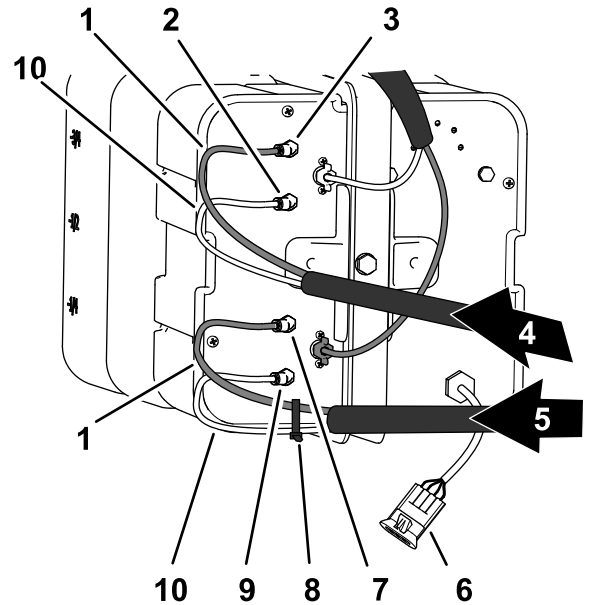

Bild 14
1. Befestigen Sie an der Anschlussplatte des Kompressors für den Schaummarkierer einen Kabelbinder um den durchsichtigen und blauen Schlauch für den rechten Sprühabschnitt (Bild 14).